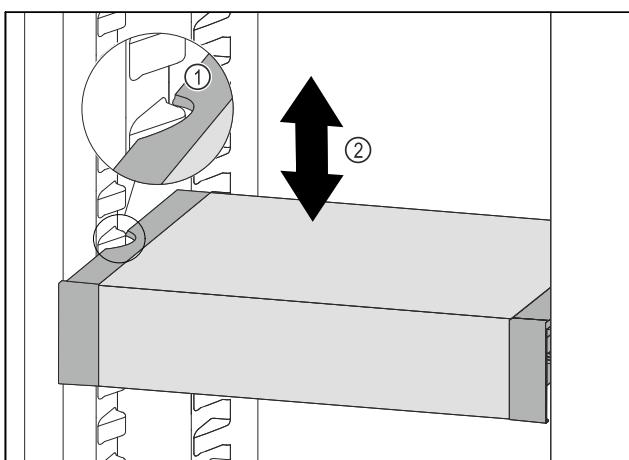

Fig. 82
- VarioSafe tiahajte dopredu, dokým sa bočné vybrania VarioSafe nebudú nachádzať vo výške rebra nádoby v chladničke. Fig. 82 (1)
- VarioSafe v chladničke presúvajte nahor alebo nadol, dokým sa dosiahne požadovaná výška. Fig. 82 (2)